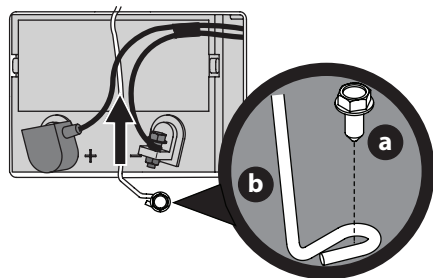

Fig. 14
- Retirez la vis à bride hexagonale (a) fixant le support de fixation de la batterie (b) au châssis. Relevez ensuite le support de fixation de la batterie (b) pour dégager la batterie (Fig. 14).